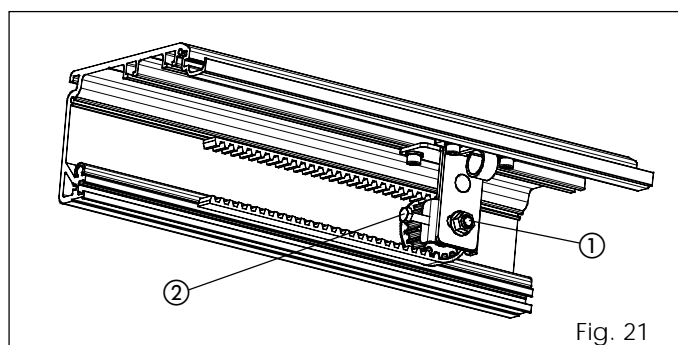

Fig. 21
- Afloje la tuerca (fig. 21 ref. ①).
- Atornille el perno de la fig. 21 ref. ② para tensar la correa o destornille dicho perno para aflojarla.
- Una vez regulado el tensado de la correa, apriete la tuerca (fig. 21 ref. ①).